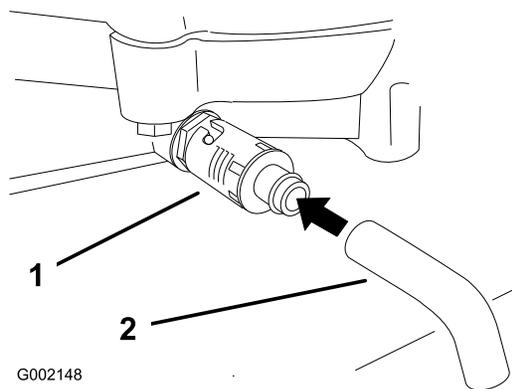

Figura 20
4. Coloque un recipiente debajo del tubo de vaciado. Gire la válvula de vaciado para que se drene el aceite (Figura 20).